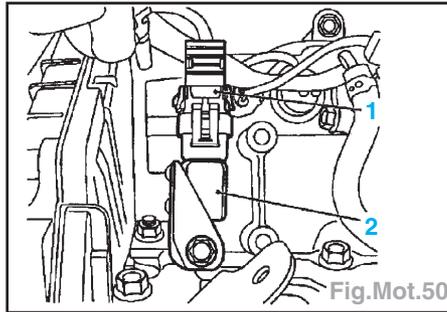

Fig.Mot.50
- le capteur de pression de suralimentation (2) et débrancher la fiche (1) (Fig.Mot.50).